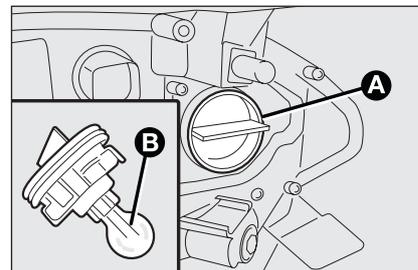

fig. 23
- estrarre la lampada **B-fig. 23** e sostituirla;